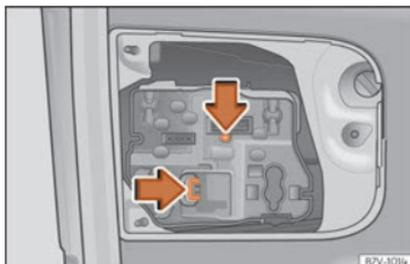

Fig. 114 Na porta da mala: retirar o porta-lâmpadas.
4. Pressionar as linguetas de bloqueio no sentido da seta » Fig. 114 e extrair o porta-lâmpadas.